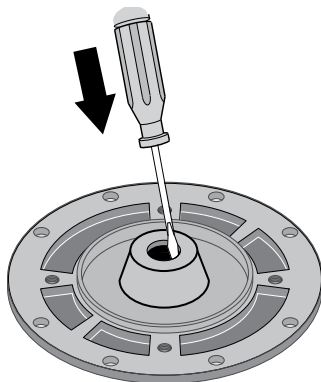

Figure 18 – Retirez le joint
- Placez la plaque d'étanchéité face à moitié vers le bas sur une surface plane et retirez la moitié fixe du joint (figure 18).